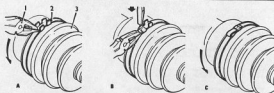

Abb. G.14
- Gummimarschette an Antriebswelle und Doppelgelenk mit Werkzeug 18G 1099 und in ÜberEinstimmung mit folgenden Anweisungen und Abb. G.14 sichern. Sofern Schellen nicht vorhanden, siehe Alternative unter Arbeitsgang 8.
- Die Klemme ist so anzubringen, daß der Falz in der Schelle in die Vorrückrichtung der Antriebswelle weist, siehe Abb. G.14.
6. Halteschelle mit Werkzeug 18G 1099 montieren wie nachstehend beschrieben und wie in Abb. G.14 dargestellt.
- a. Die Schelle so anbringen, daß der Fuß der Schelle in die Vorwärtsdrichtrichtung der Antriebswelle weist, s. Abb. G.14.